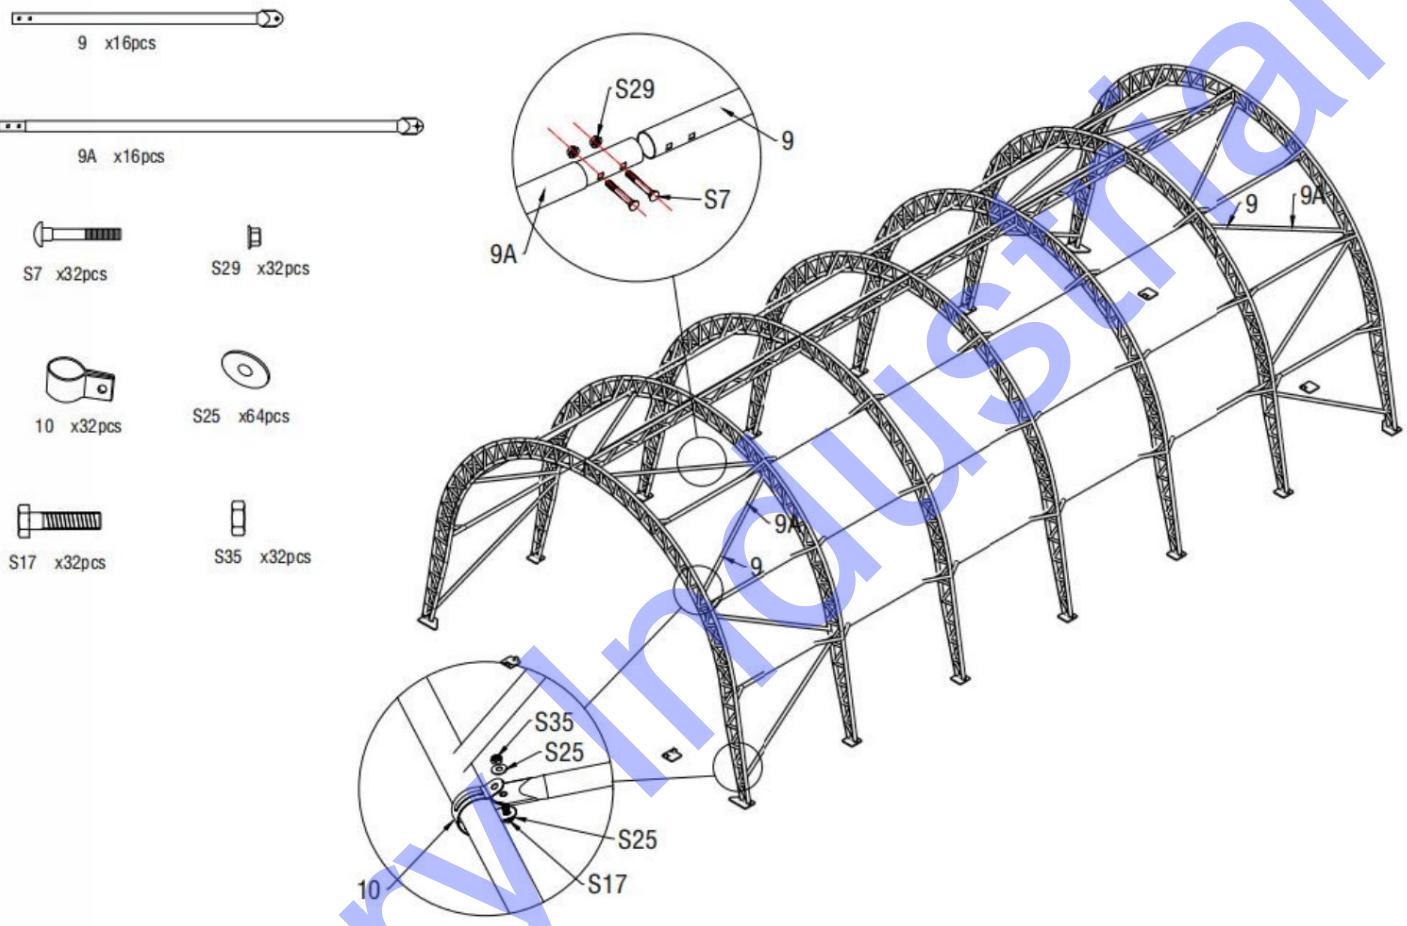

Figure 10
6. Comme le montre la figure 10, trouvez le tube femelle de support diagonal (n° 9) et le support diagonal